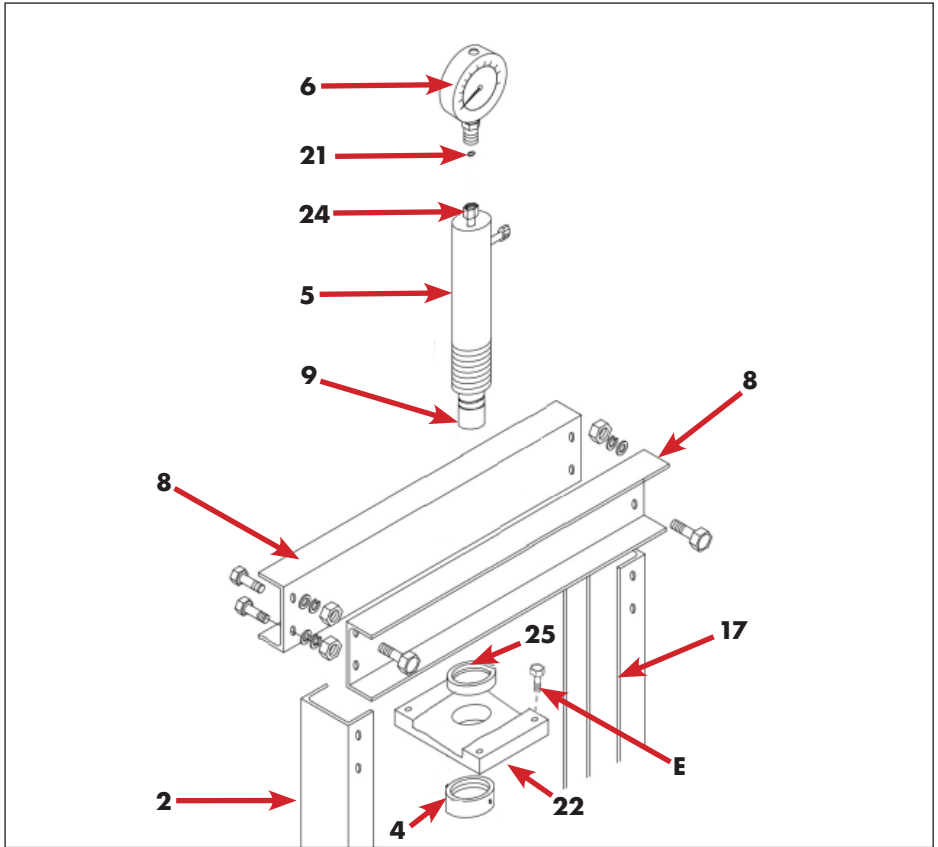

Figura 3
**La correspondiente ilustración gráfica para el montaje de la unidad superior con manómetro en la Figura 3, página 15.**
- Conecte los travesaños a la parte superior de las barandillas laterales (8) utilizando los tornillos del juego de tornillos (B) con las arandelas planas, los circlips y las tuercas correspondientes.
- Coloque primero la placa inferior (22) con tornillos.
- A continuación, coloque la tuerca de sujeción superior del cilindro (25) en el cilindro (5) y empuje el cilindro (5) desde arriba a través del travesaño (8) y la placa inferior (22).
- A continuación, fije el cilindro con la tuerca de sujeción inferior (4).
- Coloque el manómetro (6) en la tuerca de conexión (24) utilizando el anillo de nailon (21).